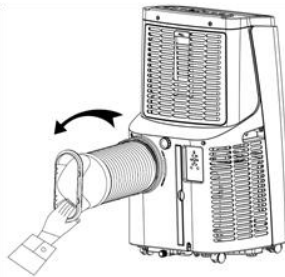

Figure 1
1.1 Installez l'ensemble caloduc (comme le montre la Figure 1)
2) Insérez le caloduc (l'extrémité du joint d'échappement) dans la fente d'aération du panneau arrière (poussez vers la gauche) et terminez l'assemblage (tel qu'illustré par la Figure 1).